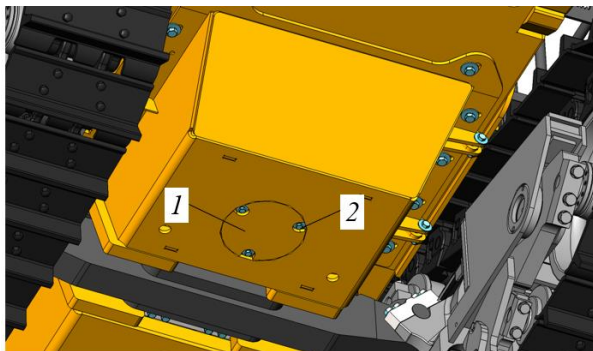

Рисунок 5.100. Лючок в лобовине рамы
- ▶ Демонтировать лючок в лобовине рамы. Для демонтажа лючка поз. 1 в передней части брони необходимо, ключом  на 19 выкрутить три болта поз. 2 и убрать лючок в сторону см. рис. 5.100. Примерный вес лючка чуть больше 5 кг.